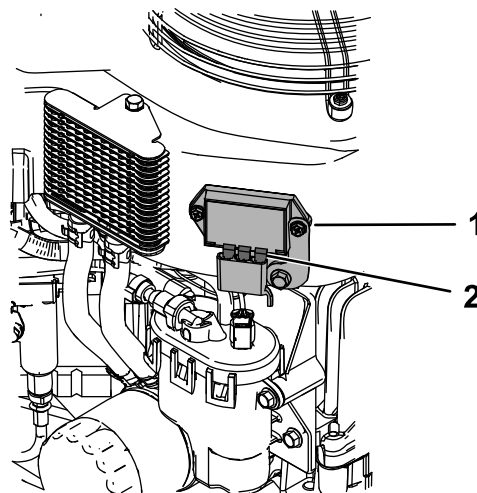

Figura 37
4. Aplique un poco de grasa a las patillas del regulador de tensión (Figura 37).